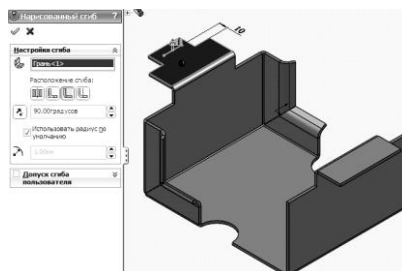

Рисунок 3.15
- оберіть грань з ескізом під лінією згину як зафіксовану грань (рис. 3.15);